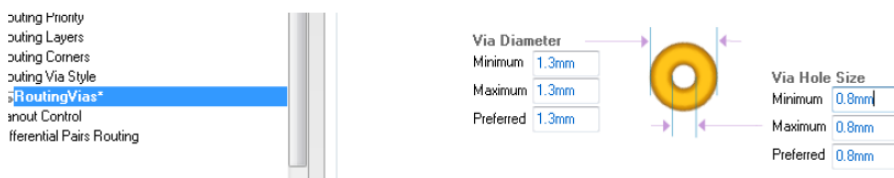

Рис. 38. Размеры переходного отверстия
3. В этом же окне (PCB Rules and Constraints Editor) выбрать категорию Routing >>Routing Via Style, правило RoutingVias и задать его свойства, как показано на Рис. 38. Нажать Apply. Выбрать категорию Electrical>>Clearance, прави-